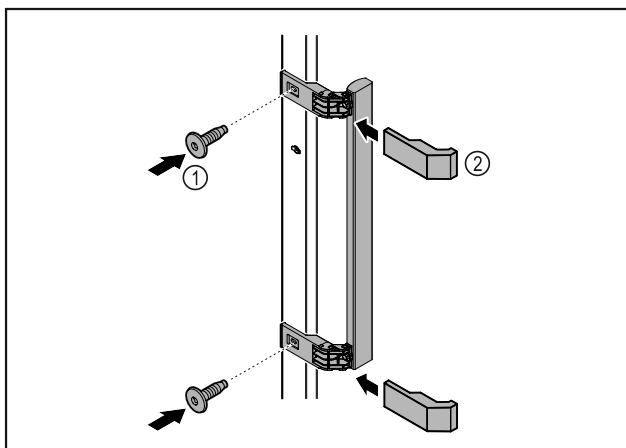

Fig. 46
- Griff aus dem Beipack mit den beiliegenden Schrauben Fig. 46 (1) an der Tür anbringen.
- Abdeckung Fig. 46 (2) aufsetzen.